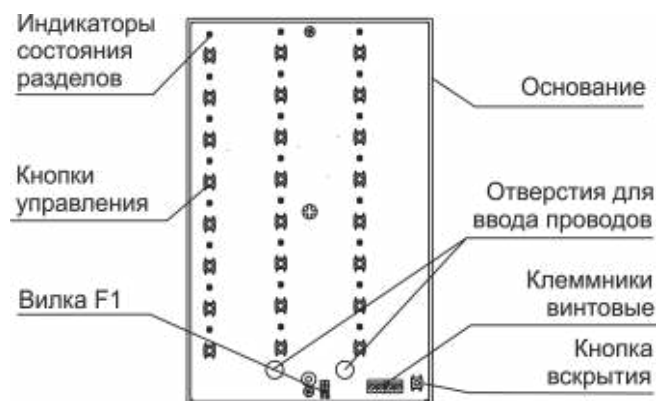

Рисунок 2
4.1 Конструктивно БИР выполнен в виде блока, состоящего из основания и съемной крышки. Внутри блока смонтирована печатная плата с радиоэлементами (рисунок 2).
2 Через отверстия для ввода проводов (см. рис.2) на основании и плате БИР завести провода для подключения питания и интерфейса связи с БИ
3 Через отверстия для ввода проводов (см. рис.2) на основании и плате БИР завести провода для подключения питания и интерфейса связи с БИ